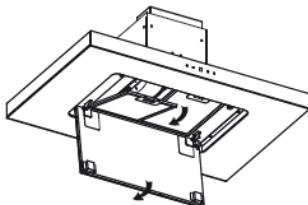

Bild 1
- Öffnen Sie das LED-Lichtplattenmodul und nehmen Sie den Fettfilter heraus (siehe Bild 1).